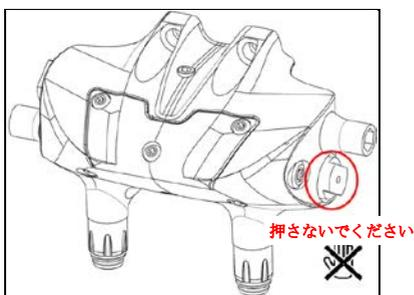

図 J-1 シリンダを押さないでください
- ・ ブレーキアセンブリが完了する前に、丸で囲んだシリンダーセクションを押さないでください。組み立て前シリンダを押すと、予期せぬ制動特性を引き起こす可能性があります。(図 J-1)